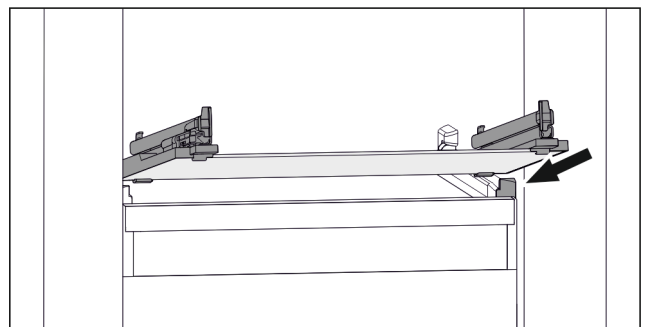

Fig. 53 Примерно изображение на стъклената плоча
- ▶ Поставете стъклената плоча под ъгъл зад ограничителите. (виж Fig. 53)